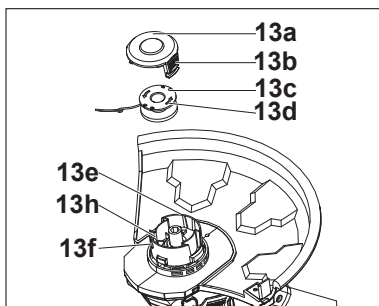

Fig. 32
3. Retire el carrete (13c) de su carcasa (13e) (Fig. 32).